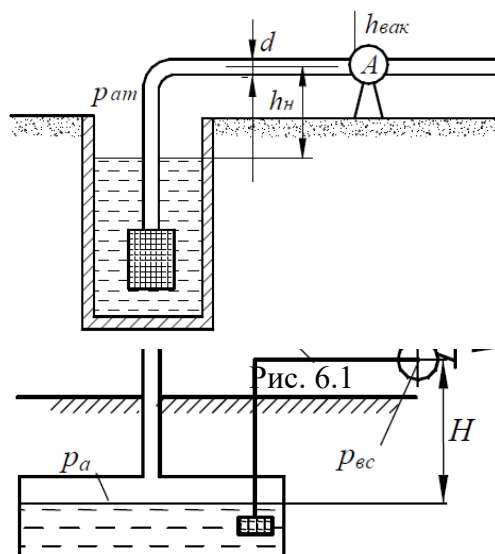

Рис. 6.2
3) Насос откачивает бензин из подземного резервуара по всасывающему трубопроводу (рис. 6.2), диаметр которого $d = 100$ мм, длина $l = 120,0$ м, эквивалентная шероховатость $\Delta = 0,1$ мм. Уровень бензина в резервуаре ниже оси насоса на $H = 3,8$ м. Давление на поверхности бензина в резервуаре атмосферное. Определить расход бензина из резервуара, если известно, что абсолютное давление всасывания насоса $p_{вс} = 42$ кПа. Плотность бензина принять $\rho = 750$ кг/м³ и кинематическую вязкость $\nu =$